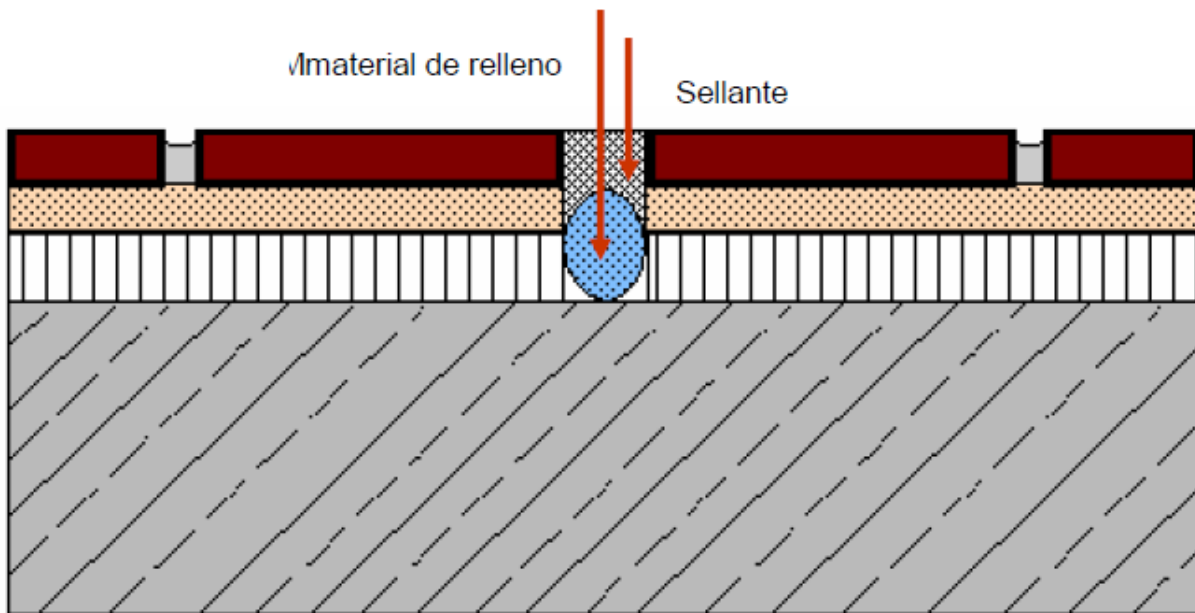

Figura 2
- Las juntas de dilatación deben estar convenientemente ejecutadas y funcionar como tales, es decir, deben ser flexibles, impermeables, bien adheridas y deben llegar hasta la capa de deslizamiento, soporte base, o tela asfáltica (ver figura 2).